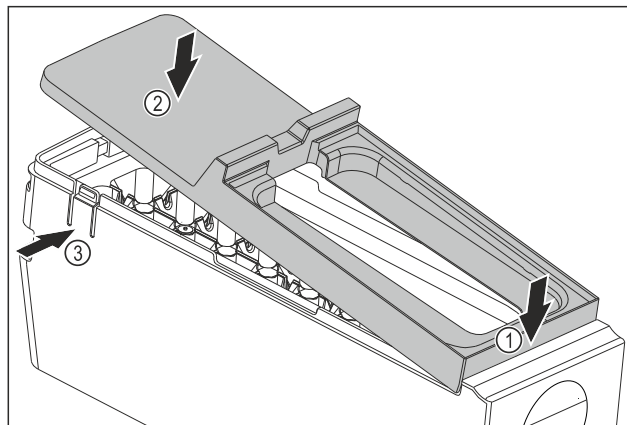

Fig. 94
- Монтаж на капака на корпуса на EasyTwist-Ice: Поставете капака отпред. Fig. 94 (1)
- Спуснете капака отзад. Fig. 94 (2)
- Капакът се фиксира с щракване в двете езичета Fig. 94 (3).